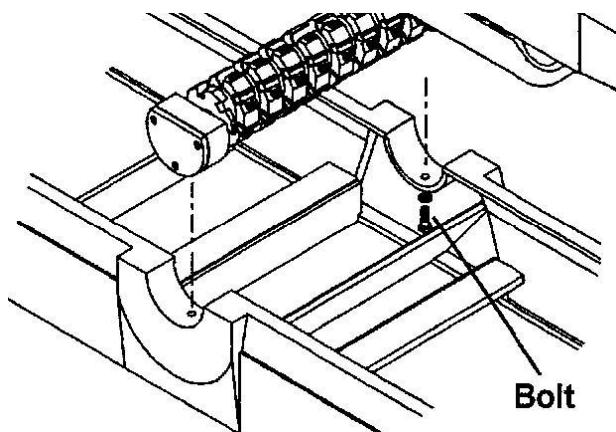

рис.25
5. Ослабьте два болта, которые закрепляют ножевой вал к корпусу- к ним получают доступ снизу под столами, как показано на рис. 25.